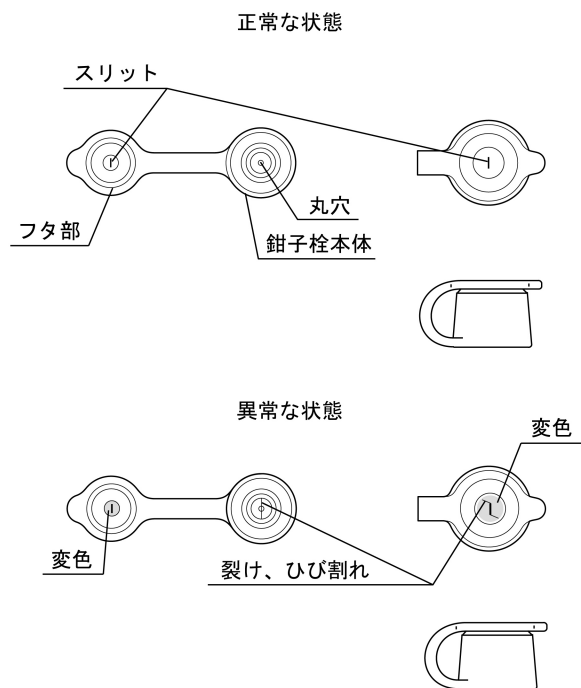

図 2
- 10.鉗子栓のフタ部のスリットまたは鉗子栓本体の丸穴に裂け、ひび割れ、変形、変色などの異常がないことを目視で確認すること（図2参照）。